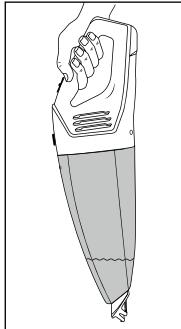

Abb. 3
① Hinweise zum Saugen von Flüssigkeiten
- Wenn Sie Flüssigkeiten aufgesaugt haben, tragen Sie das Gerät immer mit der Nasssaugdüse ① nach unten weisend (siehe Abb. 3):